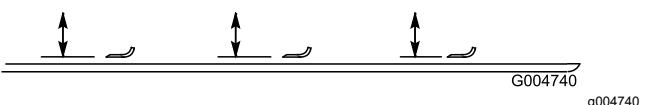

Bild 129
- Drehen Sie die Messer, bis die Enden nach vorne und hinten zeigen und messen Sie von der Innenseite des Mähwerks bis zur Schnittkante an der Vorderseite des Messers (Bild 129).